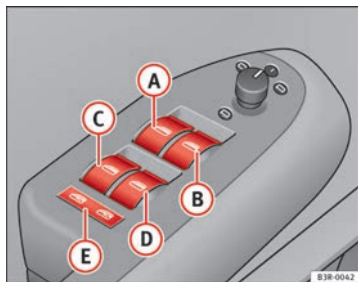

Fig. 80 Detalle de la puerta del conductor:
- (A) Conmutador ⇒ fig. 80 para la ventanilla de la puerta del conductor
- (B) Conmutador para la ventanilla de la puerta del acompañante
Con el interruptor de seguridad ⇒ fig. 80 **E** es posible desconectar los interruptores de las puertas traseras. Sólo cuando este interruptor está bajado será posible abrir y cerrar las ventanillas desde los asientos traseros.